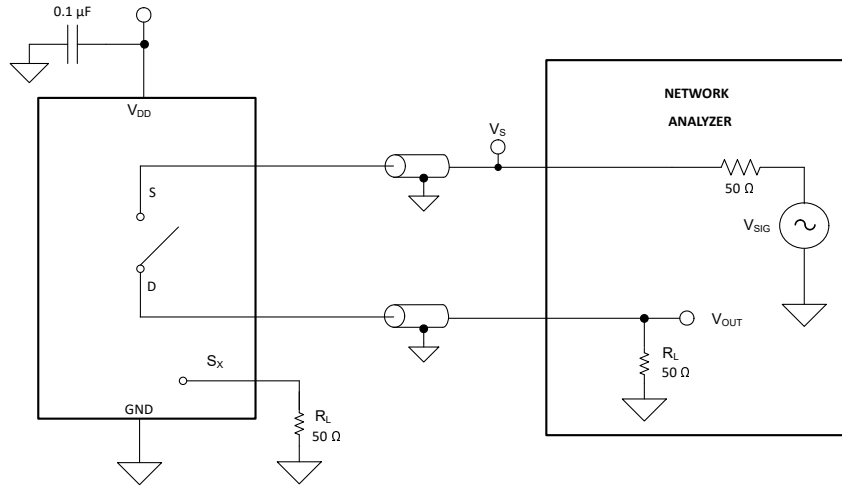

图 6-9. 关断隔离测量设置
关断隔离定义为器件的漏极引脚 (D) 处的信号与关断通道的源极引脚 (Sx) 上施加的信号之比。图 6-9 显示了用于测量关断隔离的设置和用于计算关断隔离的公式。